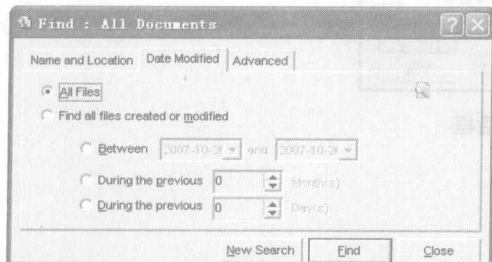

图 1-8 在“Date Modified”选项卡中设置时间范围
- 在“Date Modified”选项卡中设置时间范围，如图 1-8 所示。